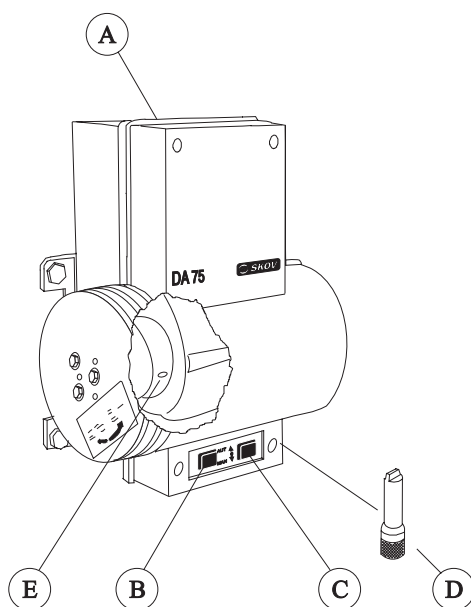

Abb. 1 Bedienung
CL 75A senkrecht oder waagrecht an die Wand montieren. Bei waagerechter Montage sollte die Achse nach unten kehren, um zu hindern, daß Wasser eindringt. In wärmeren Ländern sollte man vermeiden, daß die Sonne direkt auf CL 75A scheint. Für die Montage 3 oder 4 Stck. 10 mm durchgehende Bolzen verwenden. Für eine evtl. Notöffnung sollte bei (A) auf Abb. 1 genügender Raum für eine Notöffnungskurbel oder eine Akku Bohrmaschine frei gelassen werden. Die Seilführung kann in jeder beliebigen Richtung erfolgen, auch durch die Mauer. Die Seile sind auf die Seilspur zu wickeln, damit eine korrekte Zug- oder Nachlaßlänge erzielt wird.